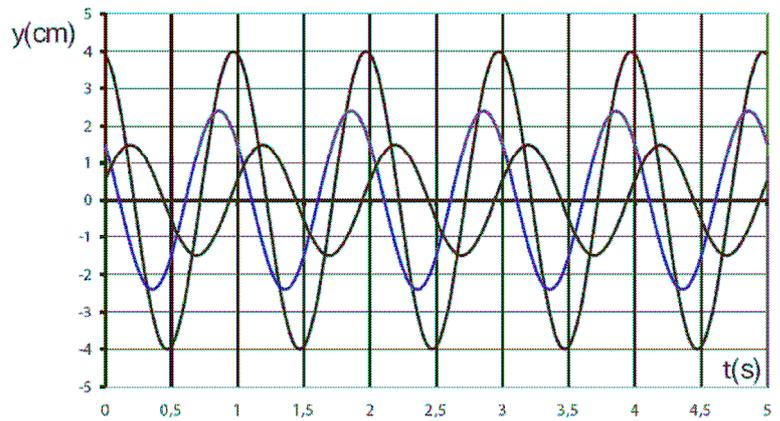

Figure 2
a) Donner l'équation différentielle vérifiée par  $y(t)$  pour les petites oscillations. La figure 2 fournit des courbes expérimentales relatives à diverses conditions initiales. En quoi ces courbes sont-elles en accord avec cette équation différentielle ?